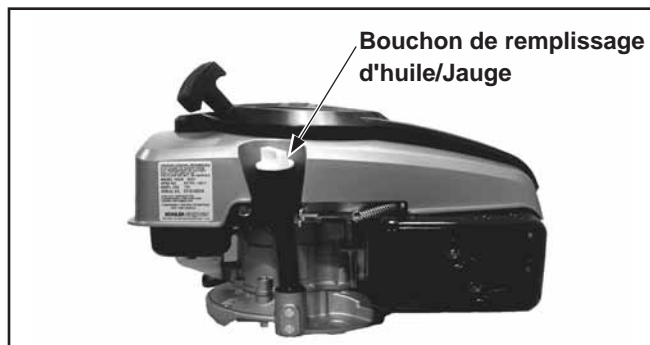

Figure 13. Bouchon de remplissage d'huile/jauge.
3. Dévissez et retirez le bouchon de remplissage/la jauge et essuyez l'huile. Remettez en place la jauge dans le tube et placez le bouchon sur le tube. **NE VISSEZ PAS** le bouchon dans le tube. Voir la Figure 13.